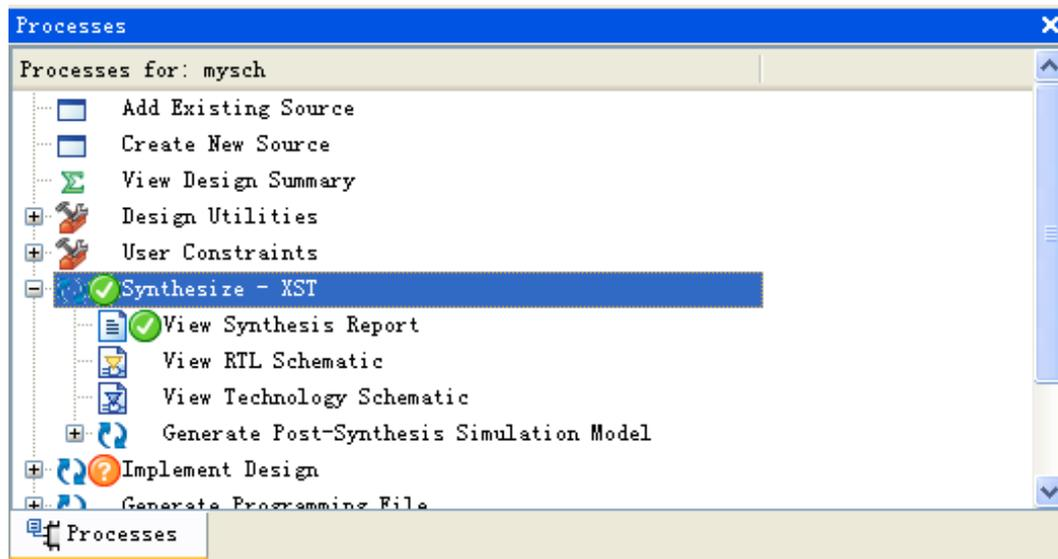

图25 综合操作窗口示意图
- 完成了输入和仿真后就可以进行综合了。在过程管理区双击 Synthesize-XST即可开始综合过程，如图25所示。